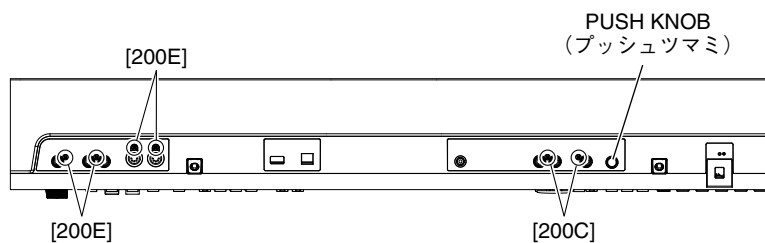

Fig. 7 (図 7)
- 8-2. **CP4 STAGE:** Remove the six (6) screws marked [200B]. (Fig. 7)
- CP40 STAGE:** Remove the two (2) screws marked [200C]. (Fig. 7)
- 8-4. **CP40 STAGE:** Remove the push knob. (Fig. 7)
- 8-2. **CP4 STAGE:** [200B] のネジ 6 本を外します。(図 7)
- CP40 STAGE:** [200C] のネジ 2 本を外します。(図 7)
- 8-4. **CP40 STAGE:** プッシュツマミを外します。(図 7)
- 9-2. **CP4 STAGE:** Remove the four (4) screws marked [200D]. (Fig. 7)
- CP40 STAGE:** Remove the four (4) screws marked [200E]. (Fig. 7)
- 9-2. **CP4 STAGE:** [200D] のネジ 4 本を外します。(図 7)
- CP40 STAGE:** [200E] のネジ 4 本を外します。(図 7)